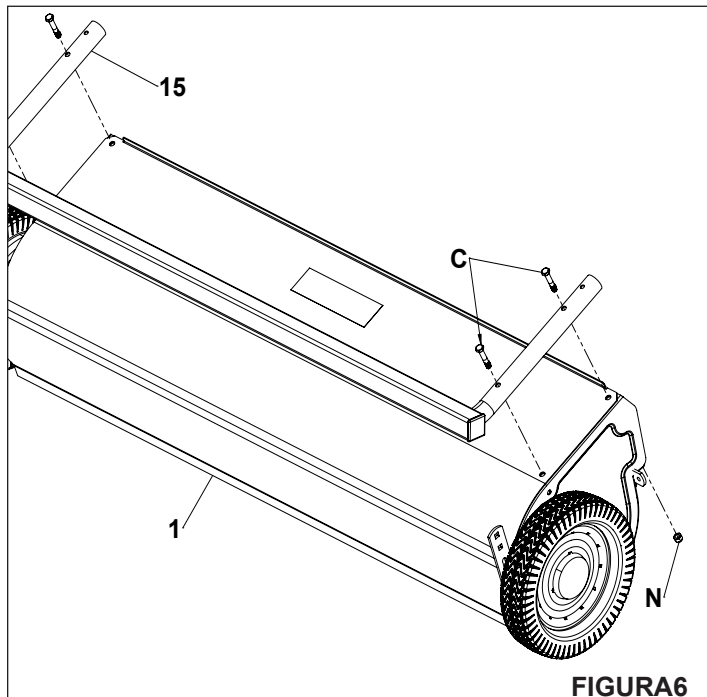

FIGURA 6
PASO 6: (VE A LA FIGURA 6)
- Fije el conjunto del enganche soldado (15) al conjunto de la carcasa (1). Asegure cada soporte del enganche con cuatro pernos hexagonales (C) y cuatro tuercas autofrenantes (N).